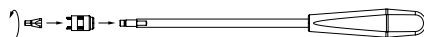

Fig. 8
- Skruva ihop låsskruv-insättningsinstrument med handkraft, se Fig. 8.